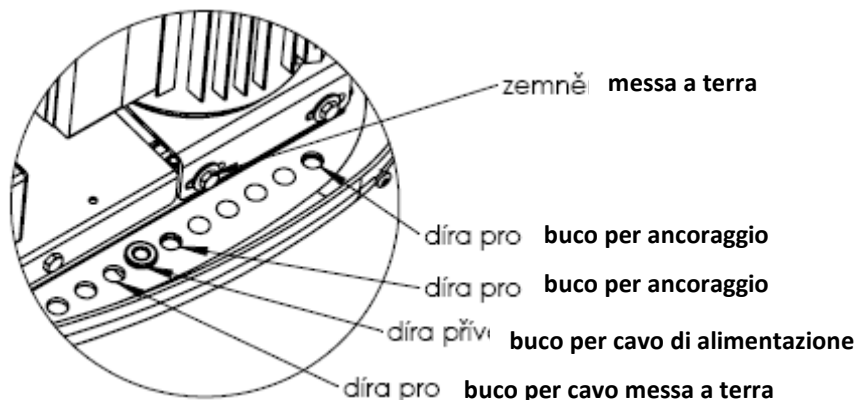

fig. 3
- L'ancoraggio viene effettuato per mezzo di bulloni M8-160 (fig. 3) e con l'aiuto di tassello chimici (malta e resina bicomponente per fissare parti meccaniche con sottostrati minerali). La profondità delle viti è di 138 mm. Per il blocco applicare rondelle larghe 8,2 e dado autobloccante M8. I bulloni ed altro materiale non fanno parte della fornitura.
- L'ancoraggio viene effettuato per mezzo di bulloni M8-160 (fig. 3) con l'aiuto di tasselli chimici. La profondità delle viti è di 138 mm. Per il blocco applicare rondelle larghe 8,2 e dado autobloccante M8. I bulloni ed altro materiale non fanno parte della fornitura.
- Il cavo di alimentazione $3 \times 1,5 \text{ mm}^2$ attraversa il passacavo del coperchio inferiore, si veda la fig. 3. Il cavo deve essere protetto contro lo strappo accidentale mediante un fusibile installato. Il cavo deve essere condotto fino all'impianto di nuoto controcorrente nei cavicondotti di sicurezza.